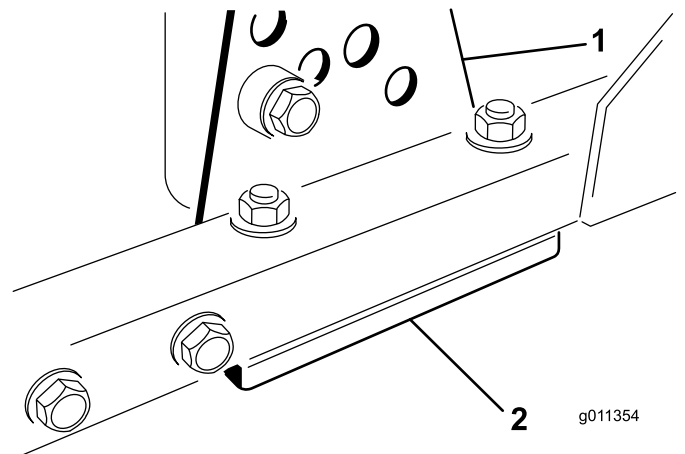

Figura 64
1. Retire el soporte de altura de corte (delantero, izquierdo o derecho) del bastidor de la unidad de corte (Figura 64).
2. Coloque suplementos de 1,5 mm (0,060 pulgada) y/o 0,7 mm (0,030 pulgada) entre el bastidor de la unidad de corte y el soporte hasta lograr el ajuste de altura deseado (Figura 64).